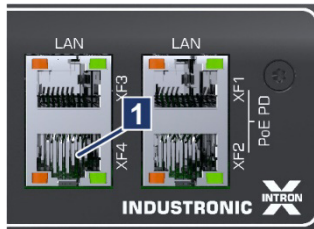

Abb. 7-1: Ethernet-Schnittstelle XF4
2. X-Controller über die Ethernet-Schnittstelle *XF4* (→ Abb. 7-1/1) mit PC/Laptop verbinden.